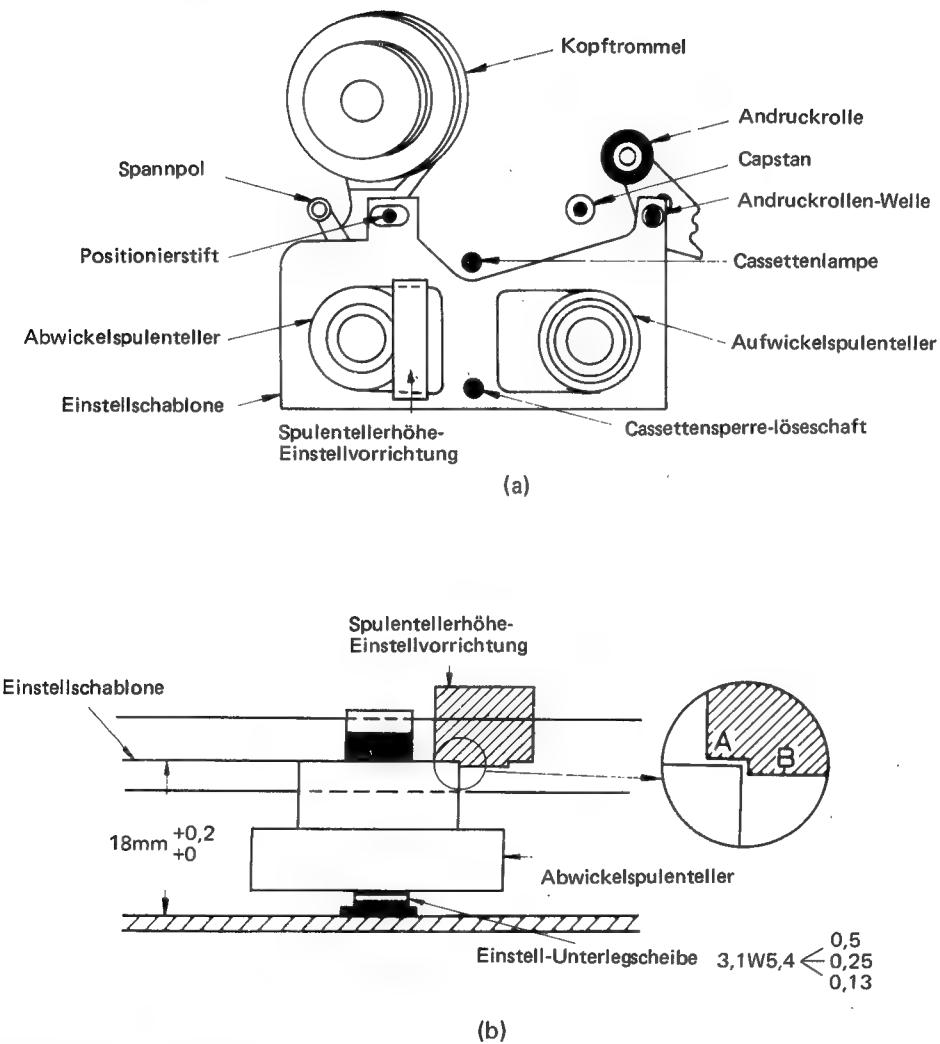

Abb. 7-4
- 1) Das Cassettengehäuse abauen. Die Einstellschablone, wie aus Abb. 7-4 (a) ersichtlich, in den Mechanismus einsetzen. Hierbei vorsichtig verfahren, um eine Berührung der Kopftrommel zu vermeiden.
- 2) Mit der Spulentellerhöhe-Einstellvorrichtung überprüft man, ob der Spulenteller niedriger ist als A und höher als B (siehe Abb. 7-4(b)). Falls dies nicht der Fall ist, stellt man die Höhe mit der Höheneinstell-Unterleg-